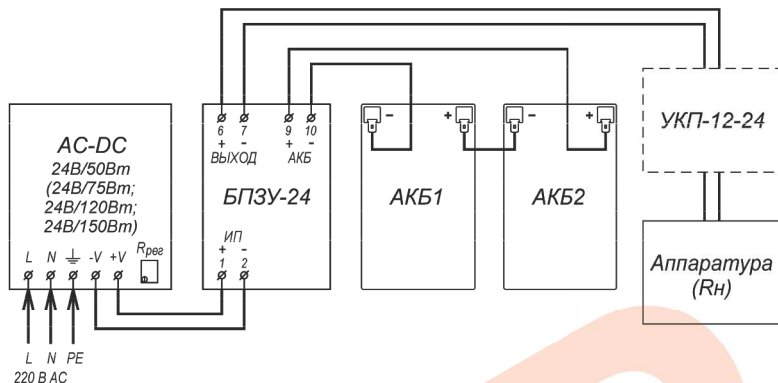
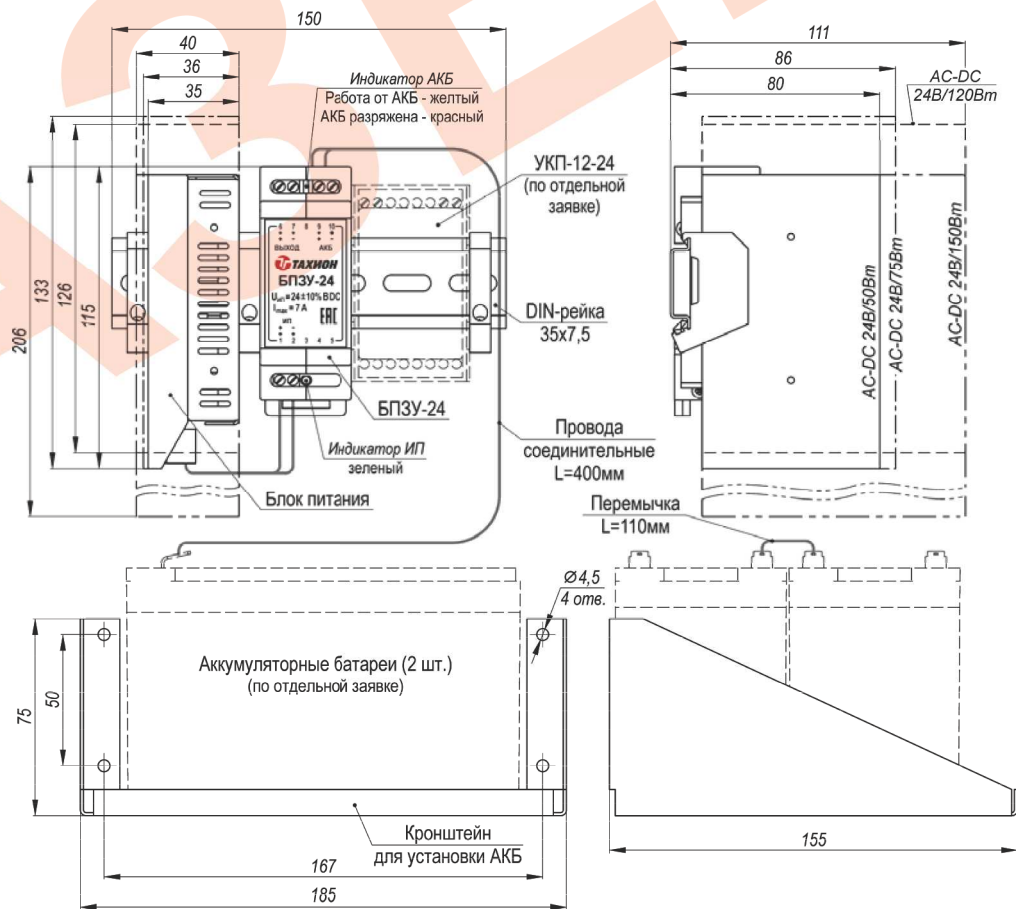

Рис.2 Схема электрическая принципиальная
Рис.1 Устройство, габаритные и установочные размеры
Подключение цепей изделий производится в соответствии со схемой электрической принципиальной (рис.2). Для подключения необходимо:
2. Установить аккумуляторные батареи на кронштейн (см. рис.1) и подключить их проводами соединительными к контактам 9 (+) и 10 (-) БПЗУ-24, соблюдая полярность. Соединить аккумуляторы перемычкой.
4. Подать трехпроводным кабелем напряжение питания 220В AC на соответствующие контакты блока питания, при этом фазный провод (L) соединить с контактом L, нулевой провод (N) с контактом N, а провод заземления соединить с контактом PE.
5. При необходимости отрегулировать значение выходного напряжения при помощи потенциометра «Rрег» (рис.2).
- Габаритные размеры см. рис.1
Устройство изделия приведено на рис.1, схема подключения на рис.2.